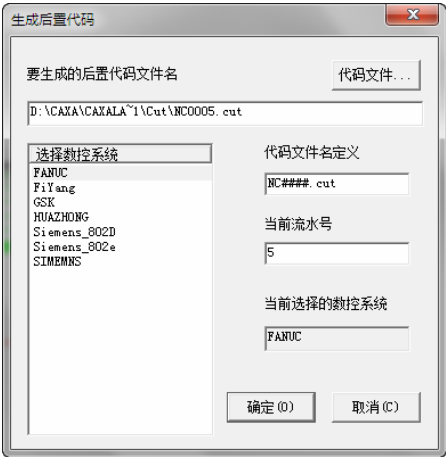

图 4-171 “生成后置代码”对话框
3) 在“数控车”子菜单区中选取“生成代码”功能项，或直按单击“数控车工具”工具栏中的“生成代码”按钮，弹出“生成后置代码”对话框，输入所需后置程序文件名，如图 4-171 所示。